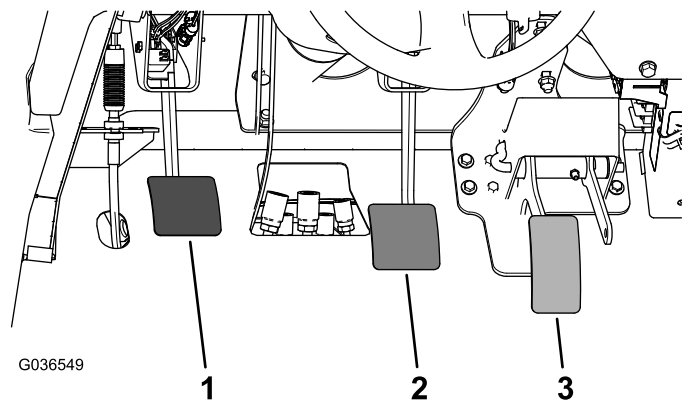

Figura 59
2. Tire hacia arriba del pedal de freno (**Figura 59**) hasta que entre en contacto con el bastidor.
3. Afloje las contratuercas que fijan la horquilla al eje del cilindro maestro (**Figura 59**).